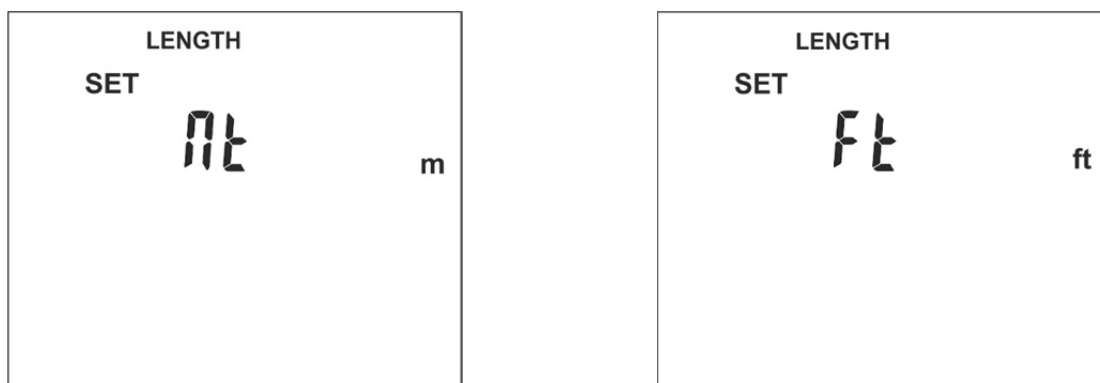

Fig. 6: Configuração da unidade de medida do comprimento
1. Mantendo premido o botão **L/W** ligar o instrumento premindo o botão ①. O instrumento apresenta o ecrã da Fig. 6 – parte esquerda